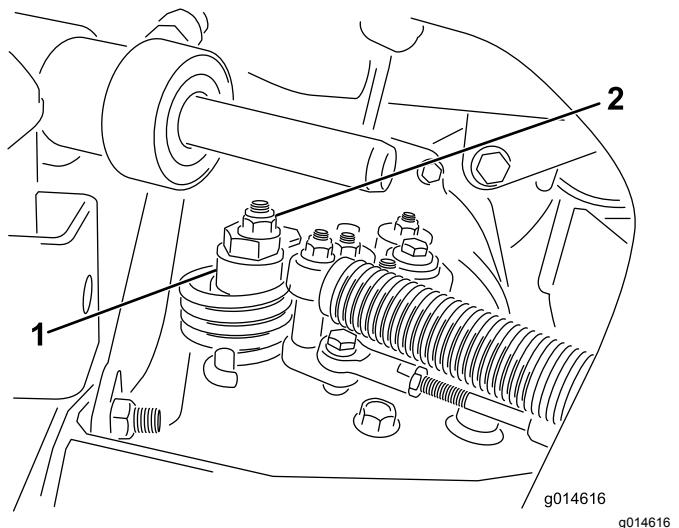

Figura 32
- C. Fate girare l'eccentrico finché non riscontrate movimenti in alcuna direzione. Quando la ruota cessa di girare, serrate il dado di bloccaggio dell'eccentrico per mantenere la messa a punto (Figura 32). Verificate la regolazione portando l'acceleratore in posizione di MINIMA e MASSIMA.
- A. Allentate il dado che fissa l'eccentrico alla parte superiore dell'igrostat (Figura 32).